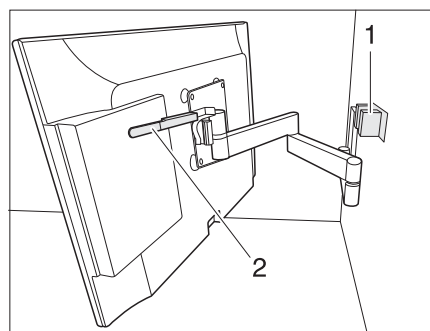

Fig. 8 Soporte con brazo articulado
- Girar la pantalla plana de regreso a la posición inicial y dejarla engatillar en el bloqueo (Fig. 8, 1).